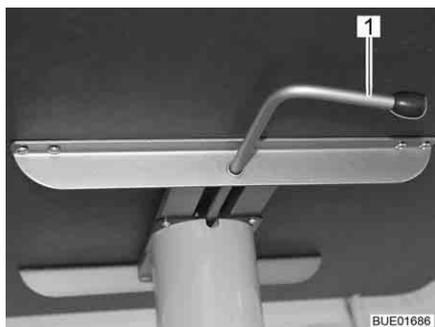

Fig. 81 Mesa elevadora
- Girar la palanca de bloqueo (Fig. 81,1) hacia la izquierda. El bloqueo del mecanismo de elevación está abierto.
- Girar la palanca de bloqueo (Fig. 81,1) hacia la derecha (Fig. 81). El mecanismo de elevación está bloqueado.
- Girar la palanca de bloqueo (Fig. 81,1) hacia la izquierda. El bloqueo del mecanismo de elevación está abierto. El tablero de la mesa se desplaza hacia arriba hasta el tope.
- Girar la palanca de bloqueo hacia la derecha (Fig. 81). El mecanismo de elevación está bloqueado.